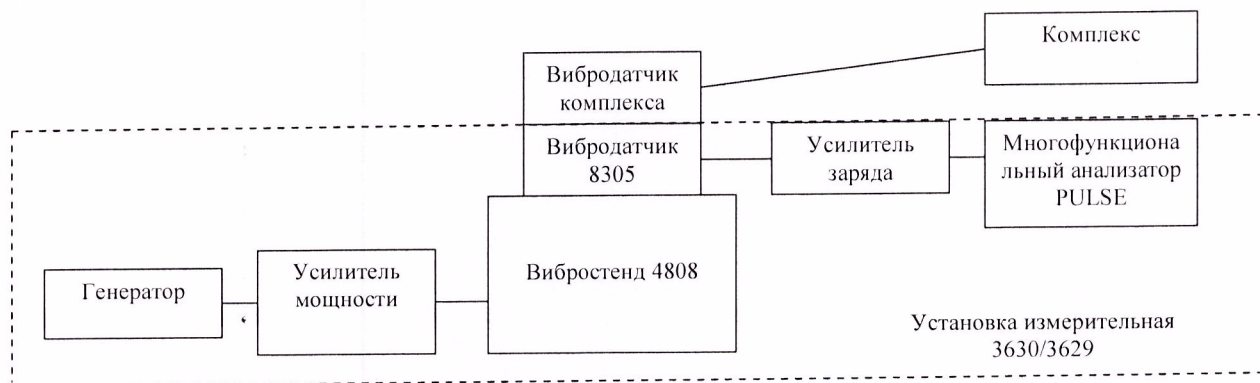

Рис. 2
7.4.1 Определение относительной погрешности измерений виброускорения проводить методом непосредственного сличения по схеме рис. 2. Эталонный вибродатчик 8305 из состава установки 3630/3629 и вибродатчик комплекса прикрепить друг к другу и установить на вибростенд 4808. Задать установкой 3630/3629 вибрацию с частотой 250, 500, 1000, 2000, 4000 Гц и амплитудой ускорения 10 м/с^2 .